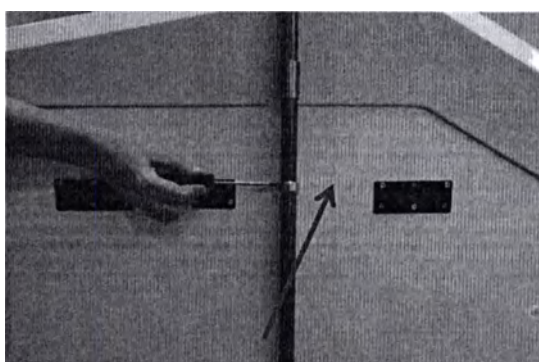

Рис. 3.4 – Подсоединение штатива к прибору
3.3.1.3. Закрутите до упора поджимной винт (рис.3.4).